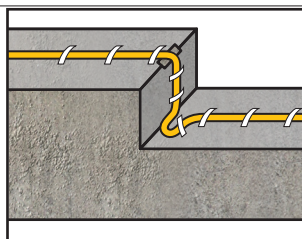

fig. 1
- La colle rapide est appliquée sur le tuyau de raccordement qui est ensuite enfoncé à moitié dans le tuyau SikaFuko® VT 1 ou VT 2. (fig. 1)